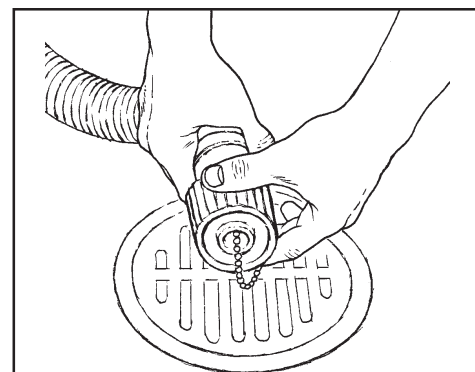

Figura 33
- 1.) Gire la válvula del conjunto hacia la izquierda (Refiérase a la Figura 33).